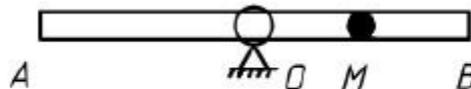

Рис. 2.1
1. Трубка  $AB$  вращается вокруг оси  $O$ , перпендикулярной к ней, с постоянной угловой скоростью  $\omega = 4\pi \text{ рад/сек}$ . Внутри трубки колеблется шарик по закону  $s = OM = 2 \sin(\pi t)$ , ( $s$  – в см,  $t$  – в сек) (рис. 2.1). В моменты  $t_1 = 1/6$  сек и  $t_2 = 5/3$  сек определить: 1) абсолютную скорость шарика; 2) его абсолютное ускорение